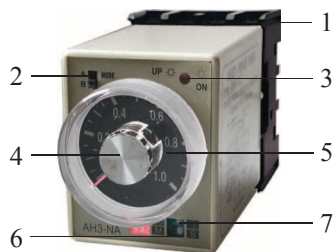

Рис. 1
- a. Установите клеммную колодку 1 (рис. 1) на DIN-рейку.
- d. Подключите настенный таймер (рис. 1) к клеммной колодке так, чтобы соответствующие номера контактов таймера и колодки совпадали.
- c. Включите таймер, подав напряжение на контакты 2 и 7. При включении загорится светодиодный индикатор **ON** (рис. 1).
- d. С помощью поворотного селектора 4 на циферблате 5 (рис. 1) выберите необходимый временной интервал.